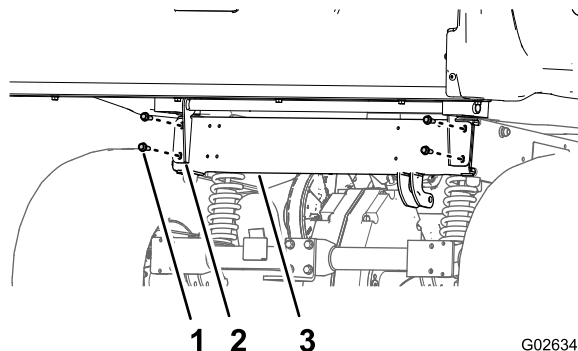

Рисунок 4
8. Выкрутите 4 болта с фланцевыми головками (3/8 x 1 дюйм), которые крепят кронштейны шарнира грузового кузова к заднему швеллеру рамы машины (Рисунок 4).
11. Выкрутите 4 болта с фланцевыми головками (3/8 x 1 дюйм), которые крепят кронштейны шарнира грузового кузова к заднему швеллеру рамы машины (Рисунок 4).